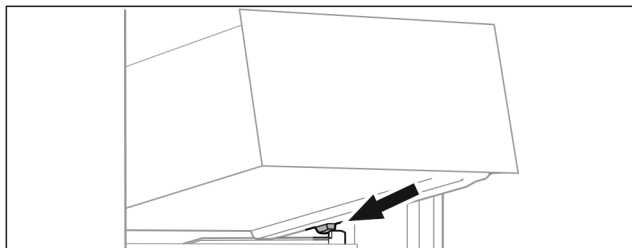

Fig. 135
- Vendosni sirtarin pjerrtas prapa ndaluesve mbi brinjën e kutisë. (shihni Fig. 135)